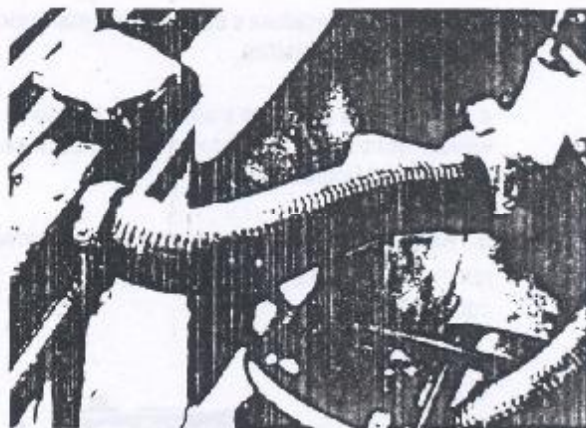

Figura 1.21.3 - Mangueira superior do radiador
4. Remover a mangueira superior do radiador (figura 1.21.3).
2. Posicionar a mangueira superior do radiador e fixá-la com as respectivas braçadeiras (Figura 1.21.3).